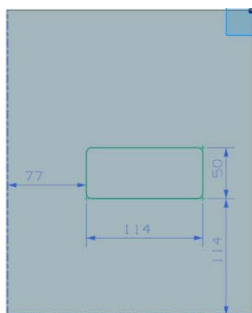

图 11-237 绘制草图
(3) 单击 **< 确定 >** 按钮，进入草图绘制环境，绘制如图 11-237 所示的草图。单击“完成”按钮 , 退出草图绘制环境。